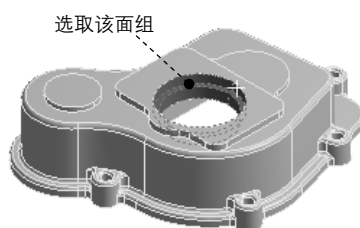

图 2.6.11 选取曲面 (一)
(1) 选择命令。在“Outline”窗口中右击  **Model (A4)** 节点，在弹出的快捷菜单中选择 **Insert** →  **Named Selection** 命令，弹出“Details of ‘Selection’”对话框。
(2) 选取几何对象。按住 Ctrl 键，选取图 2.6.11 所示的 5 个曲面，单击“Details of ‘Selection’”对话框中 **Geometry** 文本框中的 **Apply** 按钮确认。